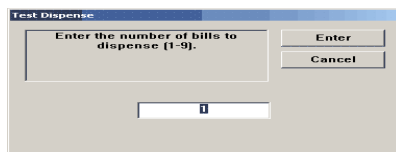

Figura 5. Entre # de notas.
11. Abra el panel de control y aplique la corriente alterna al ATM(al cajero automático)apretandoel interruptor de corriente alterna, posición (1).
- c. Seleccione la **Prueba del Dispensador** la opción. Seleccione El Cassette "A". Un aviso aparecera con la pregunta de cuántas notas para dispensar?. (Figura 5) la operación de Prueba de dispense comenzará.